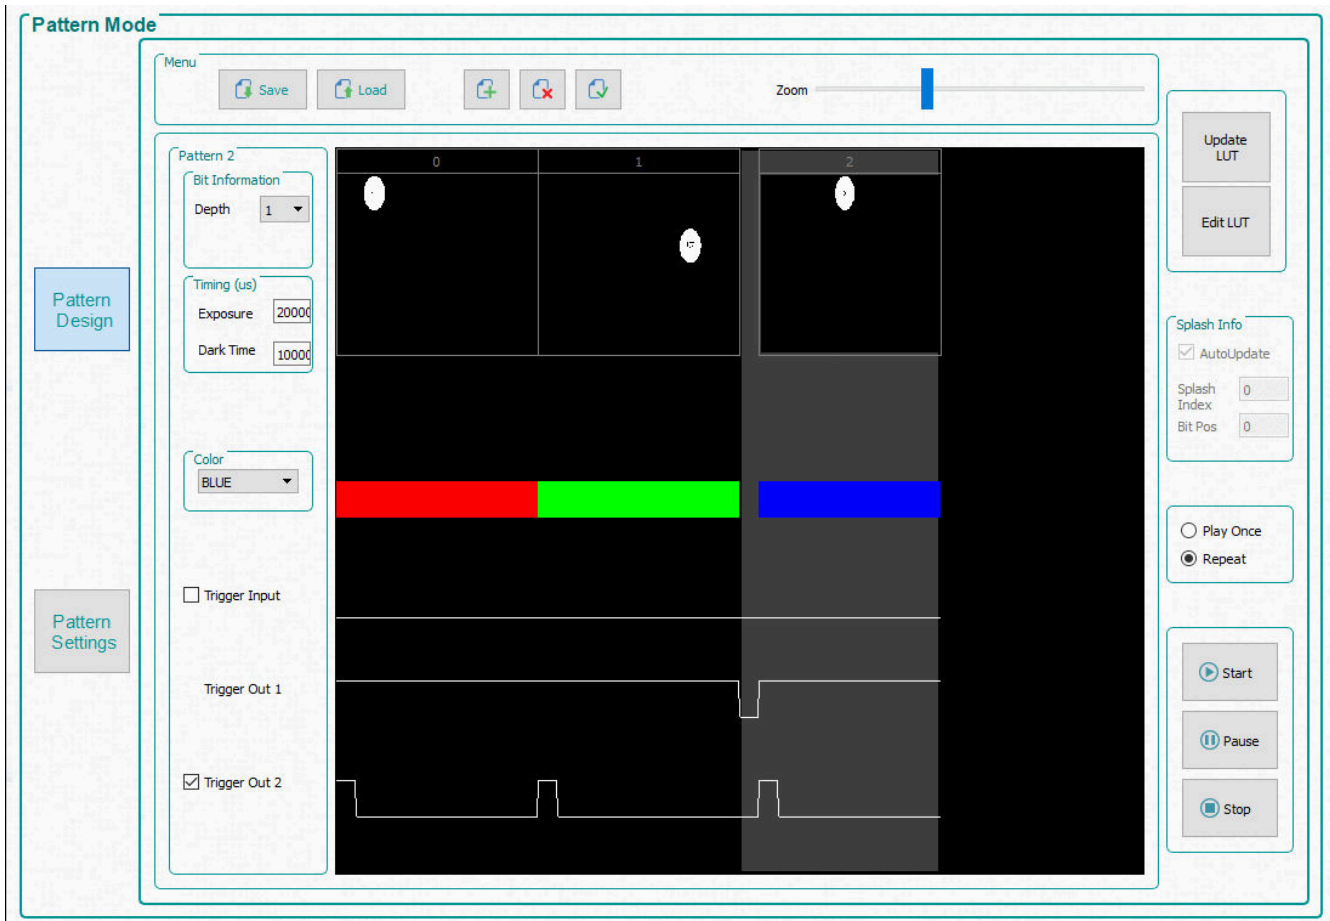

图 3-10. 三个图案序列
- 选择第三个图案，并选择位深度为 1。将曝光时间设置为 200,000 μ s，将暗时间设置为 100,000 μ s，然后选择 **Blue** 颜色。图 3-10 显示了图案序列。**Zoom** 条可用于放大和缩小，这在面板中加载多个图案时很有用。